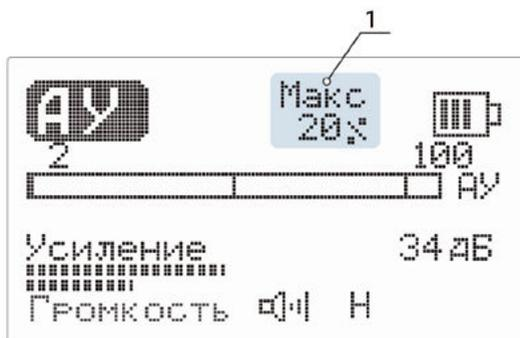

Рисунок 9 – Основной экран канала «АУ»
- 4.8 Работа акустическим методом на канале «АУ». Основной экран канала «АУ» (рис. 9).
Значение параметра (п. 1, рис. 9) – индикация при включенном пункте меню «Разность» (п. 4.8.2.4).
- 4.8.2.4 Строка меню «Разность». Отображение на дисплее относительной разности (в %) текущего и предыдущего значений сигнала (п.1, рис. 9). При увеличении сигнала «Разность» – знак «+», при уменьшении «-». Максимальное значение $\pm 52\%$.